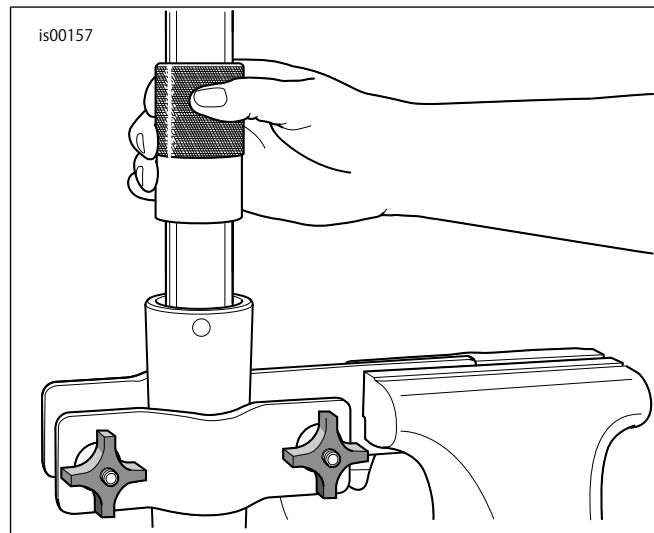

図5. フォークオイルシールの取り付け
- b. 「図5」を参照してください。スライドハンマー等のツールを使用し、固定クリップの溝がフォークスライダIDに見えるまで、フォークオイルシール(スライダスペーサーとガイドブッシングを付けた状態)をフォークチューブ下方に押し込みます。